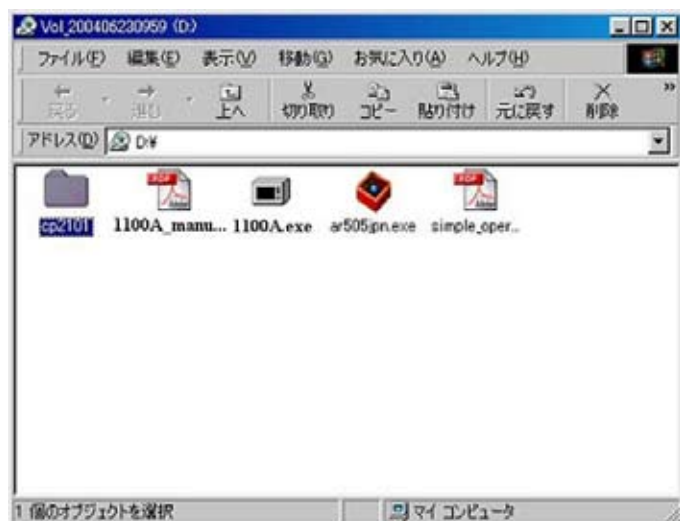

図 1. 付属 CD の内容
1. 付属している CD を立ち上げ「cp2101」をダブルクリックします。(図 1 参照)